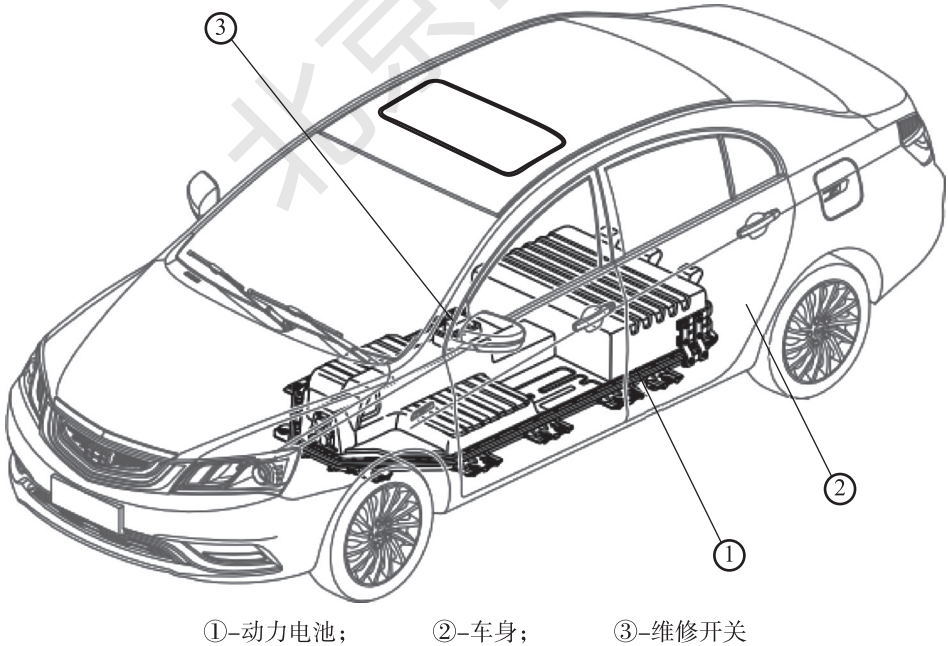

图 1-1-8 动力电池及紧急维修开关位置
2. 动力蓄电池规格——吉利 EV300（风冷 / 水冷）（表 1-1-3、图 1-1-8）